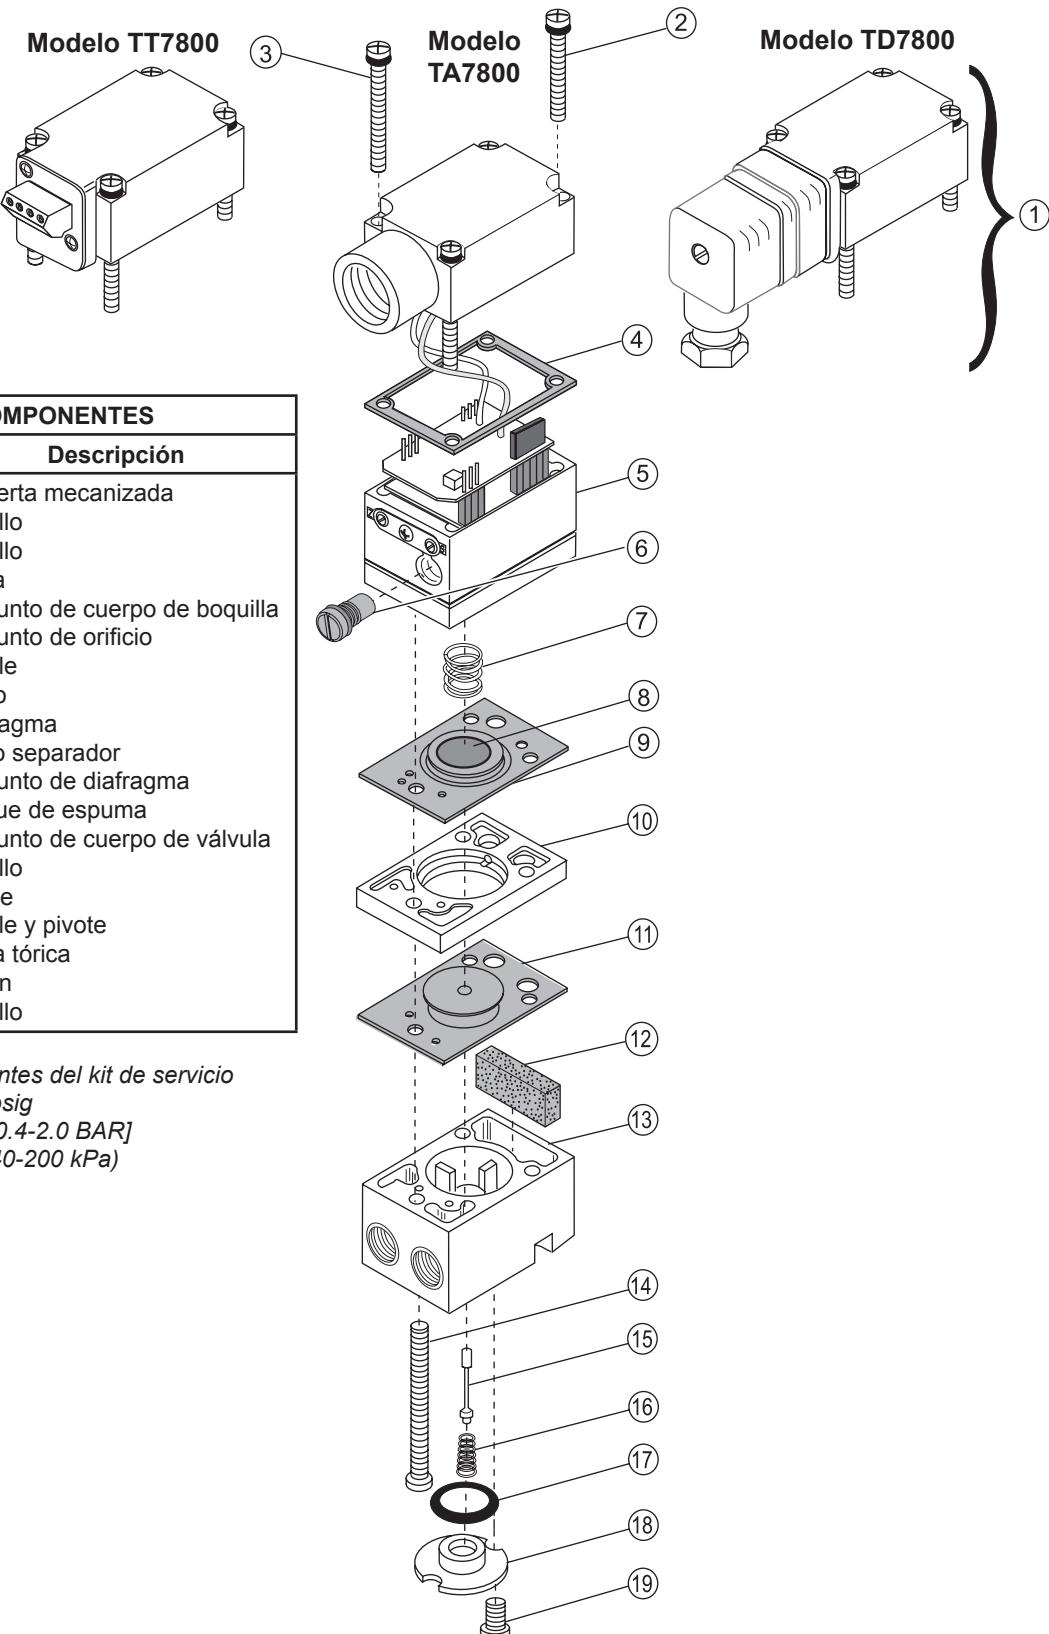

Figura 11. Despiece
2. Desmonte el conjunto del orificio (6) de la unidad. Para obtener más información, consulte la figura 11.